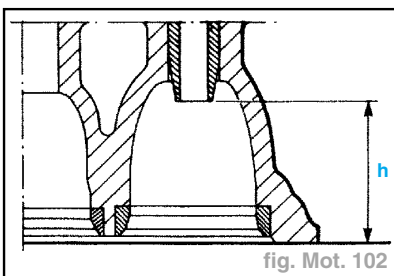

fig. Mot. 102
- Vérifier que la cote h corresponde aux valeurs prescrites (fig. Mot. 102) :